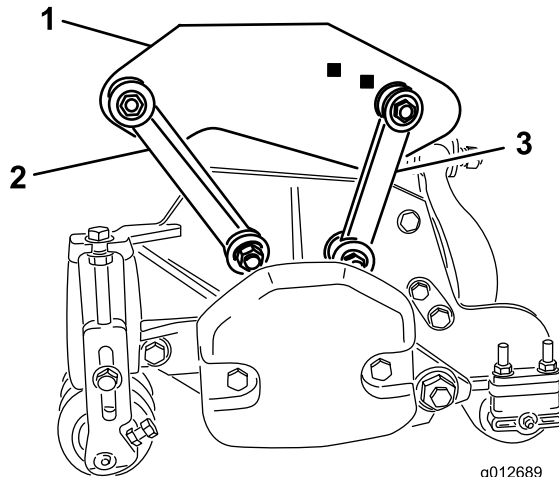

Рисунок 19
- Прикрепите передние монтажные тяги к отверстиям несущих рам с помощью болтов (3/8 x 2-1/4 дюйма), двух плоских шайб и контргаяк, как показано на Рисунок 19. Во время монтажа установите с каждой стороны тяги по шайбе. Затяните крепежные элементы с моментом 42 Н-м.
- Прикрепите задние монтажные тяги к отверстиям задних несущих рам с помощью болтов (3/8 x 2-1/4 дюйма), двух плоских шайб и контргаяк, как показано на Рисунок 19. Во время монтажа установите с каждой стороны тяги по шайбе. Затяните крепежные элементы с моментом 42 Н-м.